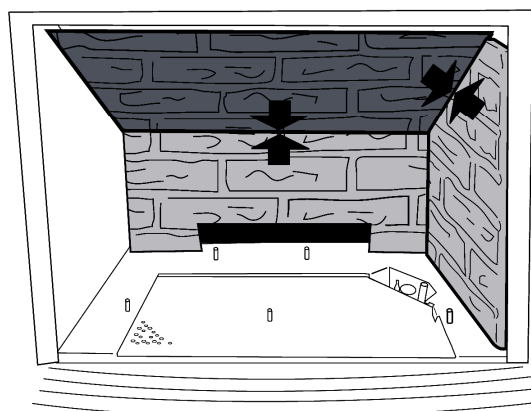

Figure 42. Installation du panneau arrière supérieur
6. **Installez le panneau arrière supérieur.** Il suffit de l'appuyer sur les deux autres panneaux. Fig. 42.